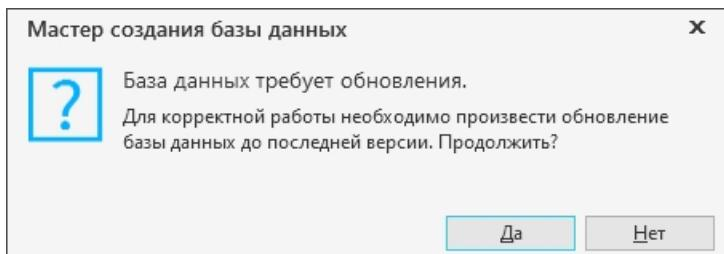

Рис. 3.17
- ◆ Если была выбрана существующая база данных актуальной версии, откроется окно с соответствующей информацией (рис. 3.17, а). Нажмите кнопку **OK**.
- ◆ Если была выбрана база предыдущей версии (для Хранилища профилей или системы Нормирование материалов), откроется окно с предложением обновления базы до актуальной версии (рис. 3.17, б). Нажмите кнопку **Да**.